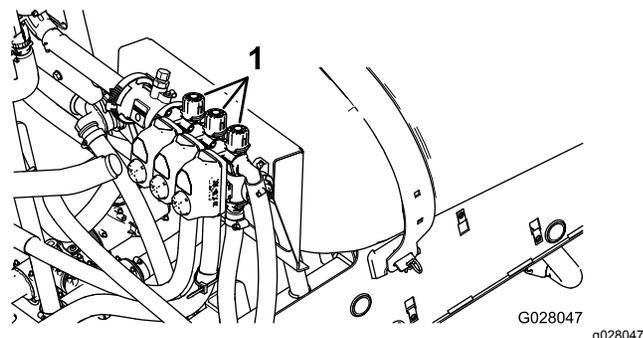

Figura 29
11. Disattivate la barra sinistra e regolate la manopola di bypass della barra (Figura 29) fino a che la pressione rilevata non raggiunga il livello regolato in precedenza (normalmente 2,75 bar).
13. Regolate la manopola di bypass della barra destra (Figura 29) fino a che la pressione rilevata non raggiunga il livello regolato in precedenza (normalmente 2,75 bar).
15. Regolate la manopola di bypass della barra centrale (Figura 29) fino a che la pressione rilevata non raggiunga il livello regolato in precedenza (normalmente 2,75 bar).